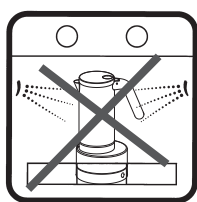

Fig. 15
- Ne lavez pas la cafetière dans le lave-vaisselle. (fig. 15)